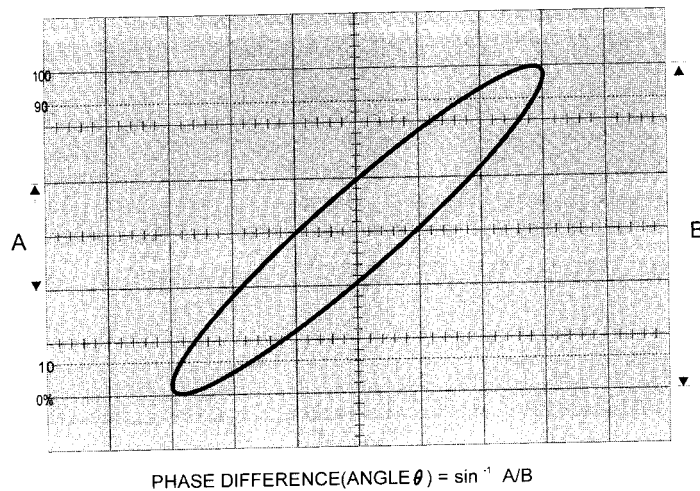
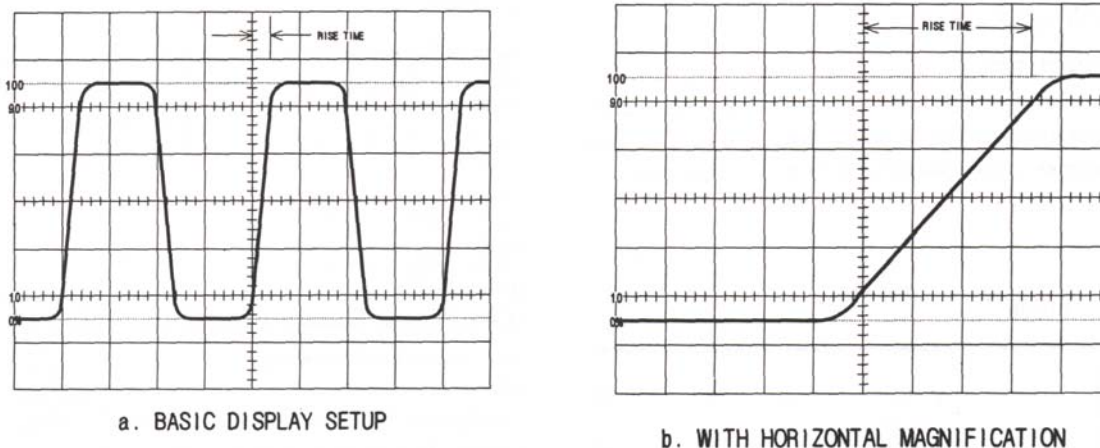

Abbildung 2-8
Abbildung 2-10 Messung der Anstiegszeit von Impulsflanken
6. Mit dem horizontalen Lageregler (10) POSITION zu messenden Punkt auf die vertikale Mittenlinie des Rasters legen. Jede Skalenmarkierung auf der vertikalen Mittenlinie entspricht einem Skalenfaktor von 0,2 Sektionen. Anzahl der Sektionen vom Massebezugspunkt bis zum Meßpunkt auf der vertikalen Mittenlinie des Rasters zählen. Zum Erhalt des Spannungswertes die ermittelte Anzahl von Sektionen mit der Empfindlichkeitseinstellung des Amplitudenreglers multiplizieren. Befindet sich der Amplitudenregler z. B. in Stellung 2 V/Skt, so würde der Spannungswert für das in Abb. 2-8 gezeigte Beispiel 2,5 V betragen ($5 \text{ Skt} \times 0,5 \text{ V} = 2,5 \text{ V}$).
2. Als Triggerquelle stets das stabilste Signal verwenden und Triggerquellenwahlschalter (18) in die entsprechende Position schieben. Zweites Signal vorübergehend mit dem vertikalen Lageregler vom Bildschirm nehmen.
4. Triggerpegelregler (9) LEVEL so einstellen, daß der Anfang der Anstiegsflanke auf oder nahe der horizontalen Mittenlinie des Rasters liegt (Abb. 2-10).
5. Mit dem Zeitbasisregler (15) TIME/DIV, dem Feineinsteller (12) VARIABLE und dem horizontalen Lageregler (10) POSITION die Impulsbreite auf 7,2 horizontale Sektionen einstellen. Nach erfolgter Einstellung entspricht jede horizontale Sektion einem Winkel von 50° und die einzelnen Skalenmarkierungen einem Winkel von 10° .
7. Die Anzahl der horizontalen Sektionen zwischen identischen Punkten der beiden Signale entspricht der Phasendifferenz. Im Beispiel der Abb. 2-8 beträgt der horizontale Abstand zwischen zwei identischen Punkten beider Signale 6 Skalenmarkierungen oder 60° .
8. Bei einer Phasendifferenz von weniger als 50° (1 Sektion), Schalter (11) x 10 MAG in Stellung x 10 schieben, um das Signal 10-fach gedehnt darzustellen. Falls erforderlich, Signal anschließend mit dem horizontalen Lageregler POSITION wieder mittig auf den Bildschirm holen. Bei Darstellung mit 10-facher Dehnung entspricht jede Sektion einem Winkel von 5° und jede Skalenmarkierung auf den beiden Mittenlinien einem Winkel von 1° .
1. Zu messenden Impuls an Eingang (24) CH1 IN anschließen und Kopplungsschalter (25) in Stellung AC schieben.
2. Mit dem Zeitbasisregler (15) TIME/DIV auf eine Darstellung von zwei Perioden des Signals abgleichen. Der Schalter (12) CAL/VAR in Stellung VAR und der Feineinsteller VARIABLE muß hierbei auf Rechtsanschlag stehen.
3. Mit dem vertikalen Lageregler (4) Signal mittig am Bildschirm platzieren.
4. Mit Amplitudenregler (26) VOLTS/DIV und Feineinsteller (27) VARIABLE positive Spitze auf die 100% Rasterlinie und negative Spitze auf die 0 % Rasterlinie legen (siehe Abb. 2-10 a).
5. Horizontalen Lageregler (10) so einstellen, daß der 10 %-Amplitudenpunkt der Anstiegsflanke des Signals genau auf dem Schnittpunkt der 10 % Rasterlinie mit der vertikalen Mittenlinie liegt.
6. Bei langsamen Anstiegszeiten sind keine weiteren Einstellungen erforderlich. Bei schnellen Anstiegszeiten (z. B. Rechteckimpulsen) ist zur besseren Darstellung des Signals der Schalter (11) x 10 MAG in Stellung x 10 zu schieben und das Signal anschließend ggf. mit dem entsprechenden Lageregler neu am Bildschirm zu platzieren (Abb. 2-10 b).
8. Zur Bestimmung der Anstiegszeit, Anzahl der ermittelten Sektionen mit der Empfindlichkeitseinstellung des Zeitbasisreglers (15) TIME/DIV multiplizieren. Bei Darstellung mit 10-facher Dehnung ist die erhaltene Zeit durch den Faktor 10 zu teilen. Beträgt die Empfindlichkeitseinstellung im Beispiel der Abb. 2-10 angenommener Weise 1 s/Skt, so errechnet sich die Anstiegszeit zu 360 ns; ($1000 \text{ ns} : 10 = 100 \text{ ns} \times 3,6 \text{ Skt} = 360 \text{ ns}$).